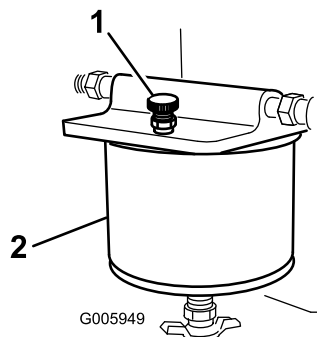

Figura 33
3. Aprite la vite di spurgo, sopra il filtro carburante, per riempire di carburante la coppa (Figura 33).